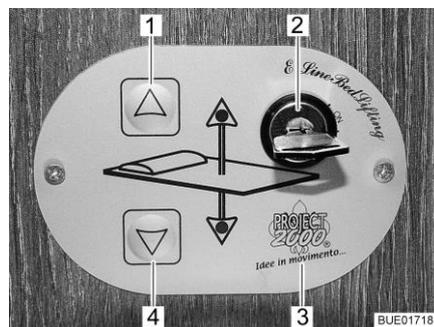
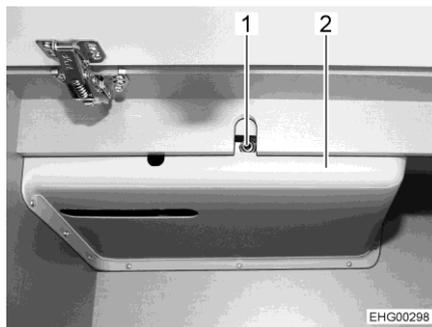

Bild 100 Bedienteil
Bild 101 Zugang zum Antrieb
Bedienteil Mit den Tasten (Bild 100,1 und 4) auf dem Bedienteil (Bild 100,3) wird das Hubbett abgesenkt oder angehoben. Mit dem Schlüsselschalter (Bild 100,2) wird das Bedienteil gegen unbefugte Benutzung gesichert.
- Schlüssel im Schlüsselschalter (Bild 100,2) um 90° im Uhrzeigersinn drehen. Das Bedienteil (Bild 100,3) ist aktiviert.
- Pfeiltaste (Bild 100,4) drücken und so lange gedrückt halten, bis das Hubbett in die gewünschte Position nach unten gefahren ist.
- Pfeiltaste (Bild 100,1) drücken und so lange gedrückt halten, bis das Hubbett in die Endstellung nach oben gefahren ist.
Notbetrieb Wenn sich das Hubbett mit den Pfeiltasten (Bild 100,1 und 4) nicht mehr bewegen lässt, zuerst die Sicherung hinter der Verkleidung (Bild 101,2) prüfen (siehe Abschnitt 9.10). Wenn die Sicherung in Ordnung ist und sich das Hubbett trotzdem nicht bewegen lässt, das Hubbett manuell bedienen.
- Beiliegende Kurbel oder Innensechskantschlüssel in die Aufnahme am Motor (Bild 101,1) stecken.